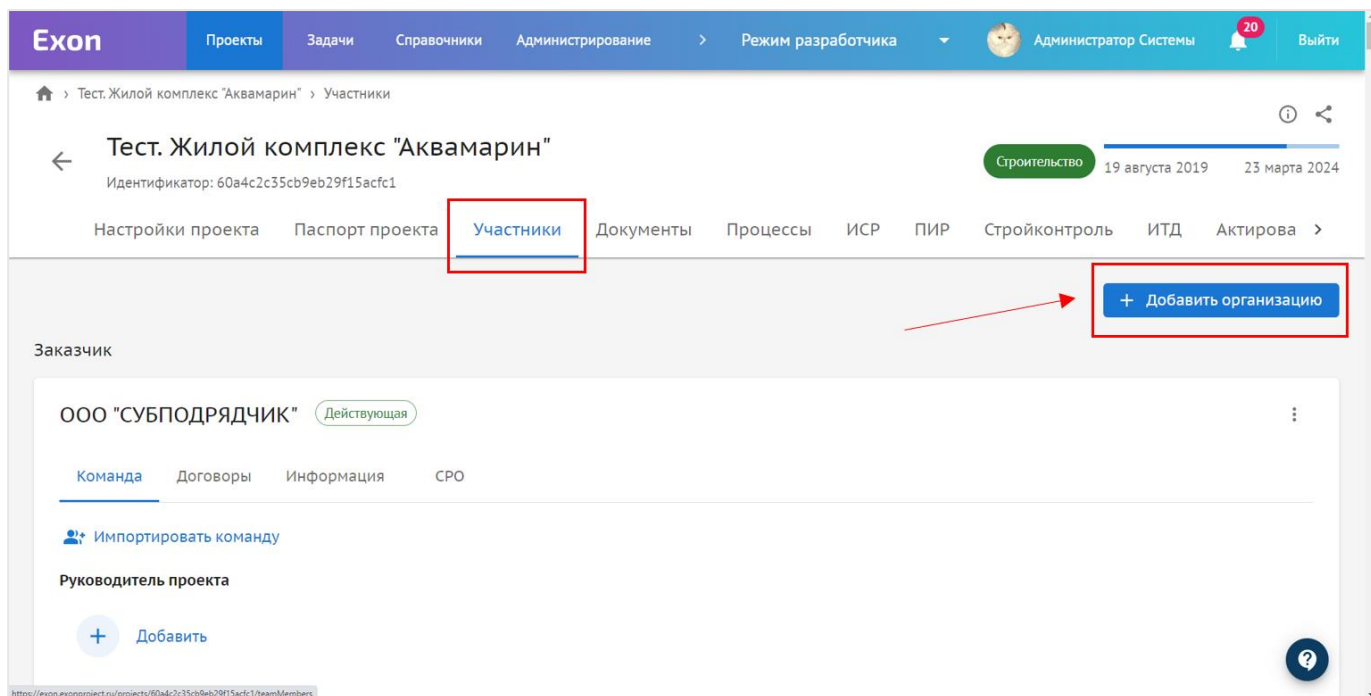

Рис. 21 – Добавление организации
1. Нажать на «+ Добавить организацию» в правом верхнем углу (рис. 21);